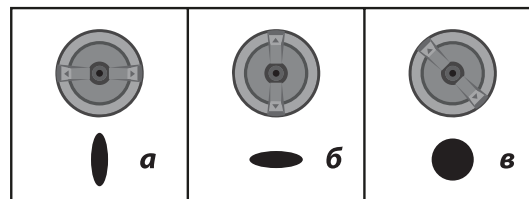

Рис. 3
7. Заправьте емкость (4) приготовленным материалом:
8. Произведите пробную окраску на ненужной поверхности. В зависимости от способа ведения (вверх-вниз или вправо-влево) поверните направляющую (7):
- а)** горизонтально - для формирования вертикального факела при окраске вправо-влево (Рис. 3а);
- б)** вертикально - для формирования горизонтального факела при окраске вверх-вниз (Рис. 3б);
- в)** под углом 45° - для формирования круглого факела при окраске углов, ребер и труднодоступных поверхностей (Рис. 3в).